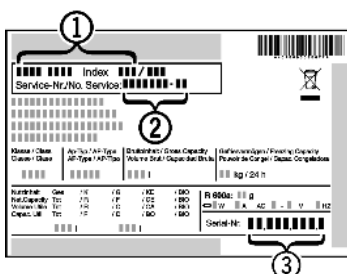

Fig. 10
▶ A készülék megnevezését Fig. 10 (1), a szerviz- Fig. 10 (2) és sorozatszámot Fig. 10 (3) a típus-tábláról olvassa le. A típus-tábla a készülék belsejében baloldalon található.
▶ Értesítse a vevőszolgálatot a hibáról, és adja meg nekik a készülék megnevezését Fig. 10 (1), a szerviz- Fig. 10 (2) és a sorozatszámot Fig. 10 (3).